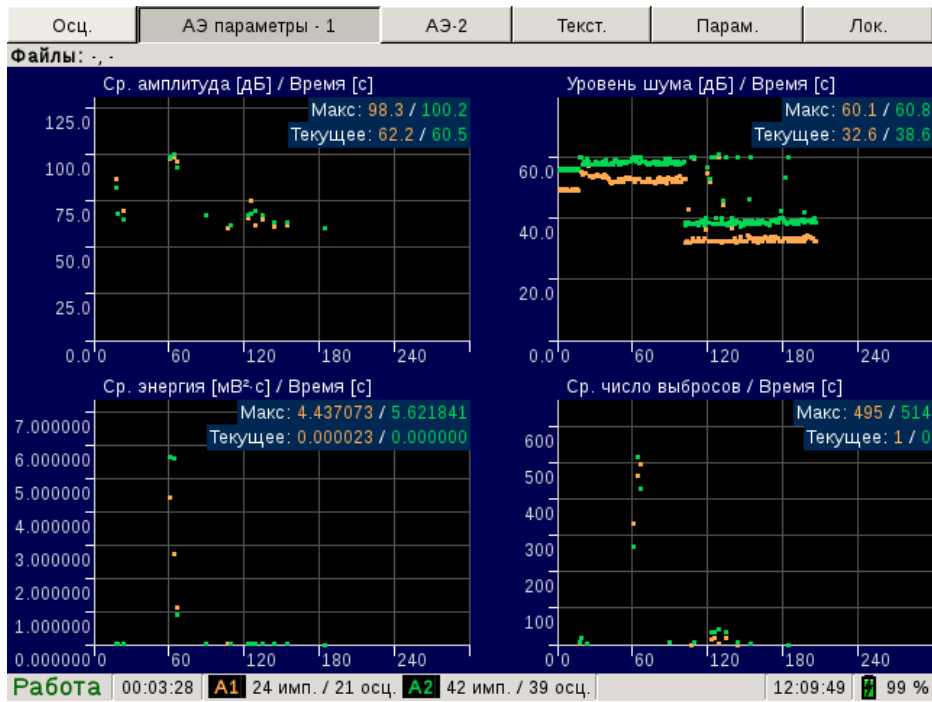

Рис. 4.3. Страница АЭ параметры - 1
- ◇ страница **АЭ параметры - 1** (рис. 4.3) содержит окна средней амплитуды, уровня шума, средней энергии, среднего числа выбросов, порога;